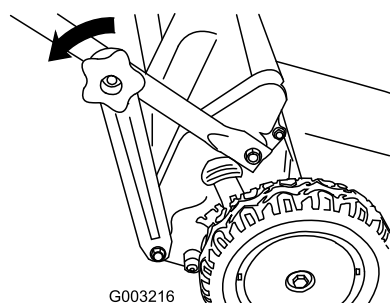

Figura 17
1. Togliete le manopole dalla sezione inferiore della stegola, che attaccano le staffe della stegola alle estremità inferiori della stegola (Figura 17).